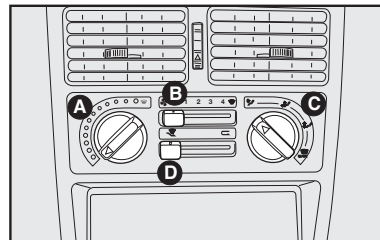
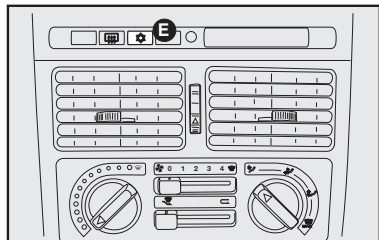

fig. 35
fig. 36
MANDOS - fig. 35 y fig. 36
E - Botón para activar/desactivar el aire acondicionado **fig. 36**.
- 4) Aire acondicionado: presione el pulsador  **E-fig. 36** y mueva el cursor **D-fig. 36** hasta la posición .
Con el cursor **D-fig. 35** en posición  se activa sólo la recirculación del aire interior.